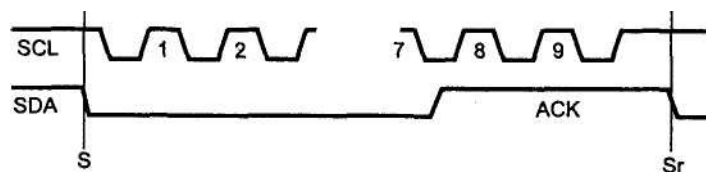

Рис. 11.2. Временная диаграмма байта Start
- ◆Байт Start предназначен для облегчения программной реализации протокола PC (для функций ведомых устройств, не имеющих полной аппаратной реализации протокола). На байт *S t a r t* не должно отвечать ни одно устройство. Формируемый сигнал SDA (рис. 11.2) может быть использован как запрос аппаратного прерывания, по которому процессор «вплотную» займется обработкой сигналов PC. До получения этого байта процессор (микроконтроллер) может не отвлекаться на слежение за сигналами интерфейса.